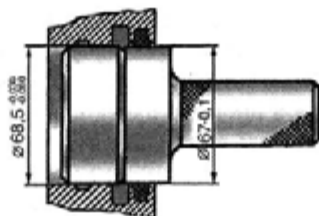

Рис. 4.1.56. Оправка 5-У-27678 для обжима набивки заднего уплотнения коленчатого вала
- обжать набивку заднего уплотнения коленчатого вала в блоке и держателе оправкой (рис. 4.1.56); острым ножом обрезать на блоке и держателе выступающие концы набивки. Срез при этом должен быть ровным. Выступление набивки над плоскостью разъема 0,5–1,0 мм;